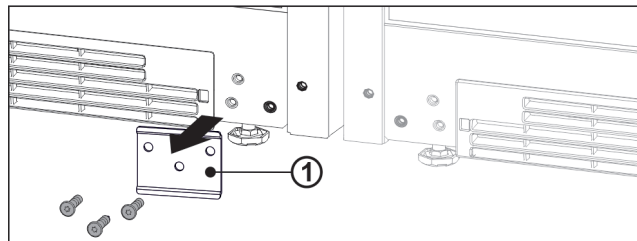

Fig. 11
- Pokud je nainstalován plech Fig. 11 (1), odšroubujte jej.